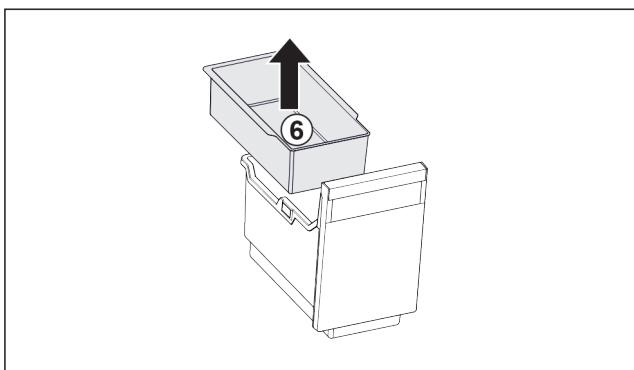

Fig. 30
- Izvadite ovjesnu posudu Fig. 30 (6).